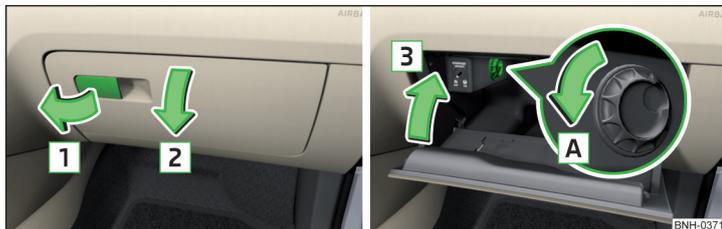

Fig. 71 Abrir el compartimento guardaobjetos / cerrar el compartimento guardaobjetos y abrir el suministro de aire
- Tire del tirador en el sentido de la flecha **1** » fig. 71.
- Gire la tapa en sentido de la flecha **3** hasta que se oiga que encas-tras » fig. 71.
- Girando el interruptor rotativo en sentido de la flecha **A** hasta el tope se abre » fig. 71 el suministro de aire.